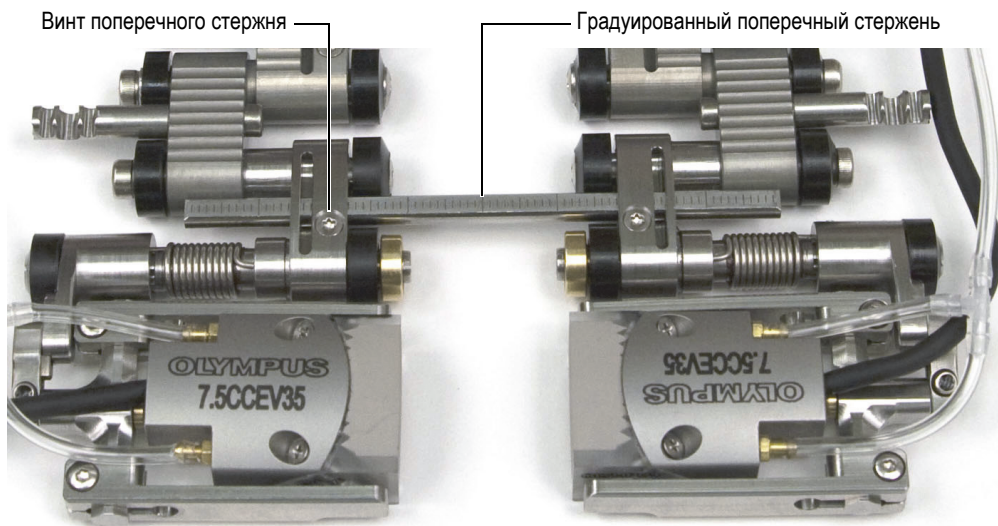

Рис. 2-21 Градуированный поперечный стержень
- (1) Вставьте один поперечный стержень сквозь звенья держателей ПЭП и закрепите стержень в нужном положении с помощью винтов.
- (2) Вставьте второй поперечный стержень сквозь штепсельные звенья, расположенные в центре сканера; закрепите стержень с помощью винтов.
- (3) Используйте градуировку на поперечных стержнях (см. Рис. 2-21 на стр. 49) для выравнивания расстояния с обеих сторон.
4. При сканировании с использованием раздельно-совмещенного ПЭП, необходимо объединить обе половины сканера (см. Рис. 2-21 на стр. 49):